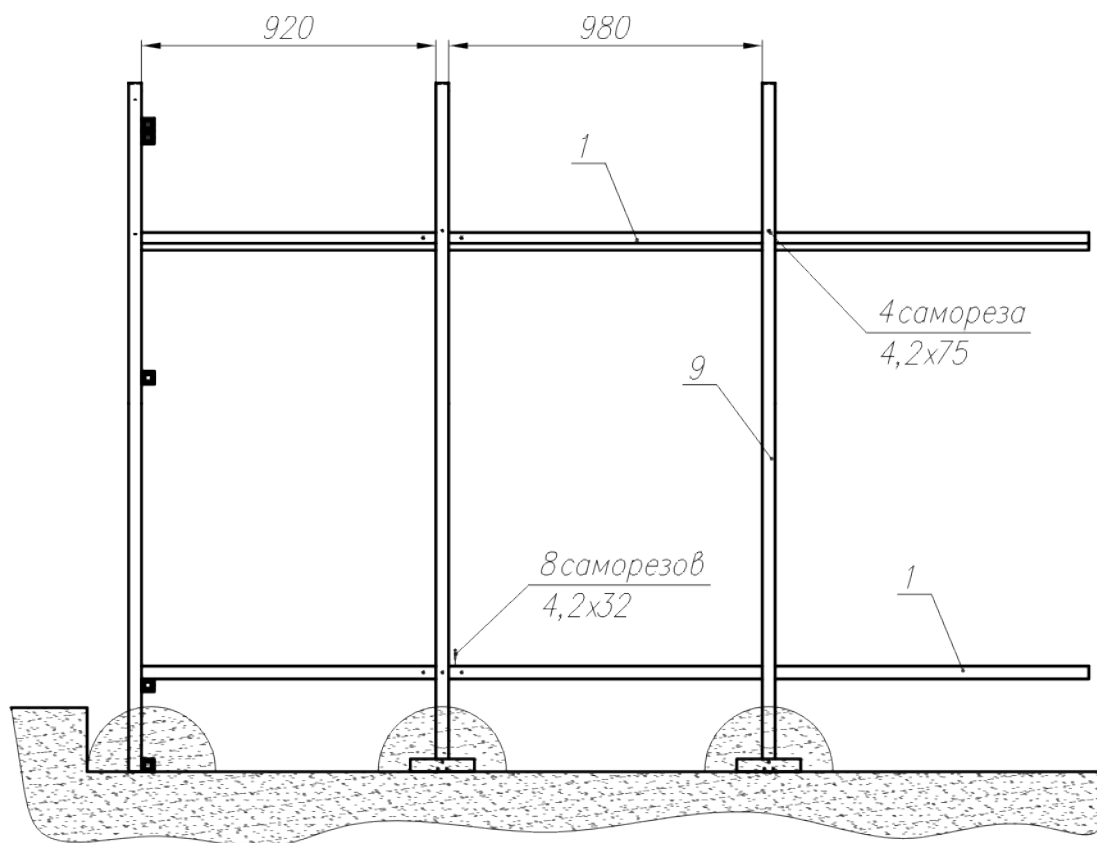

Рис. 25
4.10.7. Состыкуйте нижние детали 2 с деталями 1. Подложите под правые концы деталей 1 неиспользованные детали каркаса теплицы, что бы детали 1 были размещены в горизонтальной плоскости. Зафиксируйте детали 1 в месте стыка саморезами 32 мм в двух плоскостях (рис.25).
4.10.8. Установите вторую внутреннюю дугу аналогично первой, прикрепите к дуге нижние соединители 1 (рис.25).
4.10.9. Состыкуйте средние соединители 1 с деталями 2 и прикрепите их ко второй внутренней дуге (рис.25).